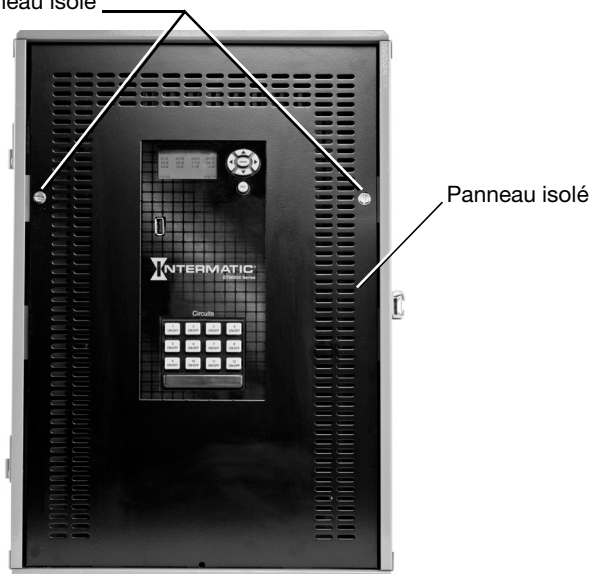

Figure 1. Enlevez le panneau isolé.
3. Retirez les vis sur le panneau isolé et enlevez le panneau isolé de l'enceinte (voir la figure 1).